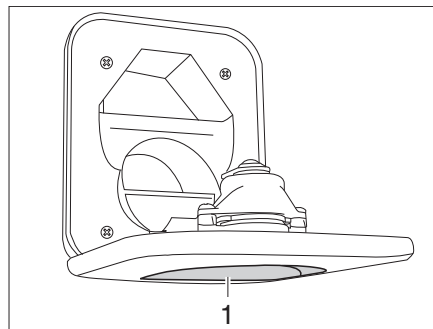

Fig. 275 Bec de remplissage d'eau fraîche pour les toilettes
- Ouvrir le bec de remplissage d'eau fraîche pour les toilettes (Fig. 275,1) au-dessus du portillon pour le réservoir pour matières fécales et le faire pivoter vers le bas.